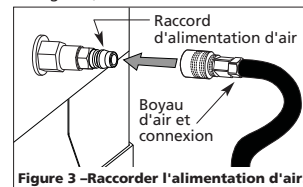

Figure 3 – Raccordement l'alimentation d'air.
- Brancher la source d'air (862 kPa max.) au raccord sur le côté de la cabine (voir Figure 3).